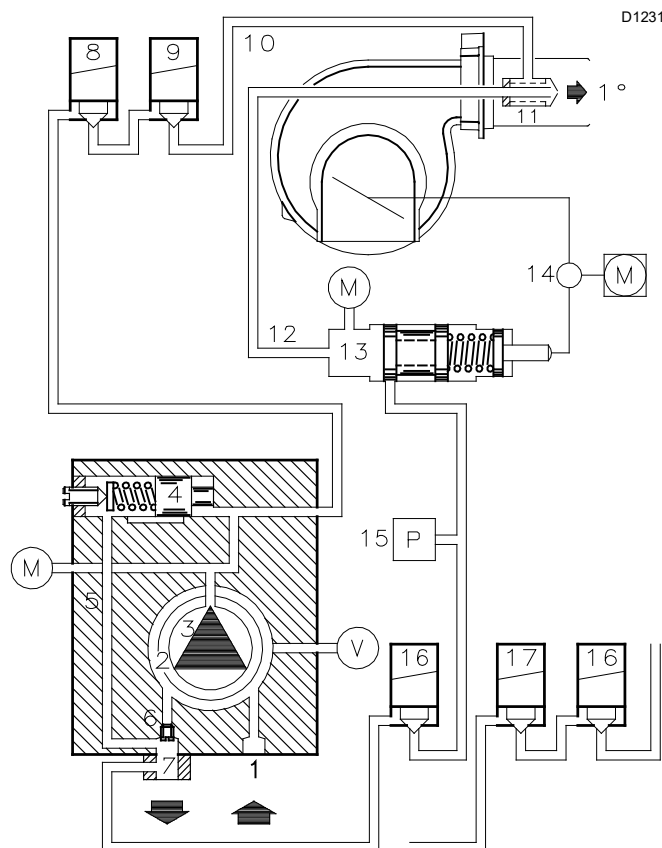

Fig. 20
Acestea sunt instalate pe arzător cu bypass-ul închis de șurubul 6)(Fig. 20).
- scoateți șurubul 6)(Fig. 20) (bypass deschis) înainte de a efectua conexiunile hidraulice;